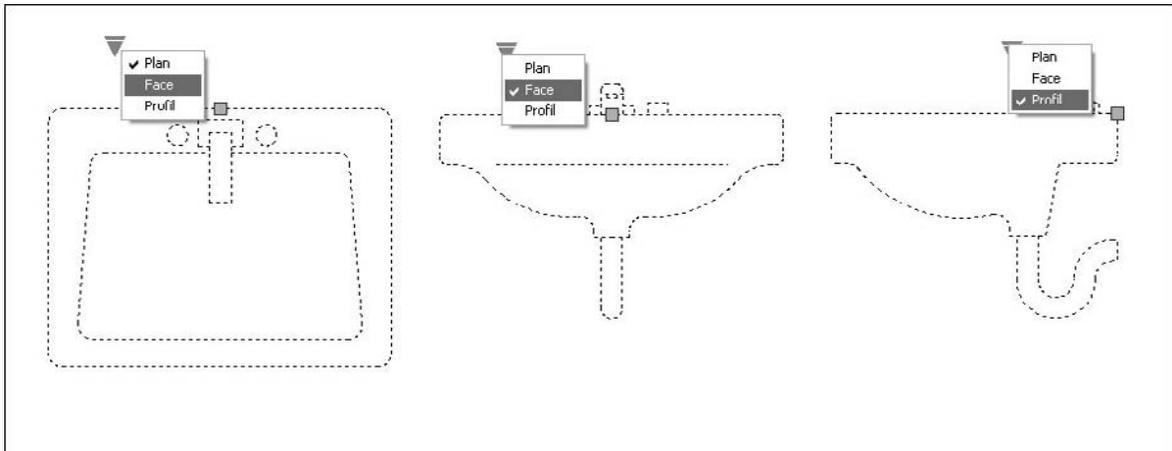

Fig.7.43
- 21 Cliquer sur la poignée de visibilité et sélectionner l'état de visibilité souhaité (fig.7.43).